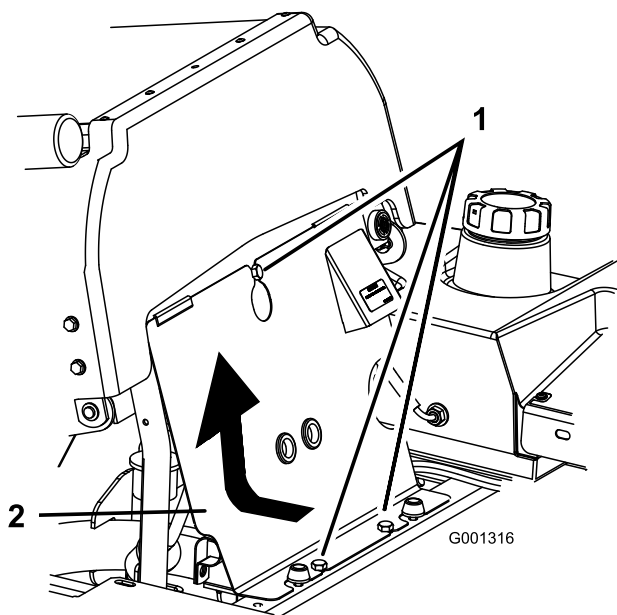

**Figure 38**
- Retirez le bouchon de remplissage d'huile en haut du moteur (Figure 38). Cela facilitera la vidange de l'huile.
2. Retirez le bouchon de remplissage et la jauge (Figure 38).